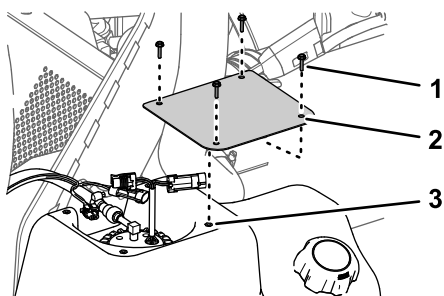

Figure 77
1. Fixez le couvercle sur le réservoir (Figure 77) à l'aide des 4 vis (n° 10 x 3/4") retirées à l'opération 2 de Dépose du couvercle de la pompe à carburant (page 64).